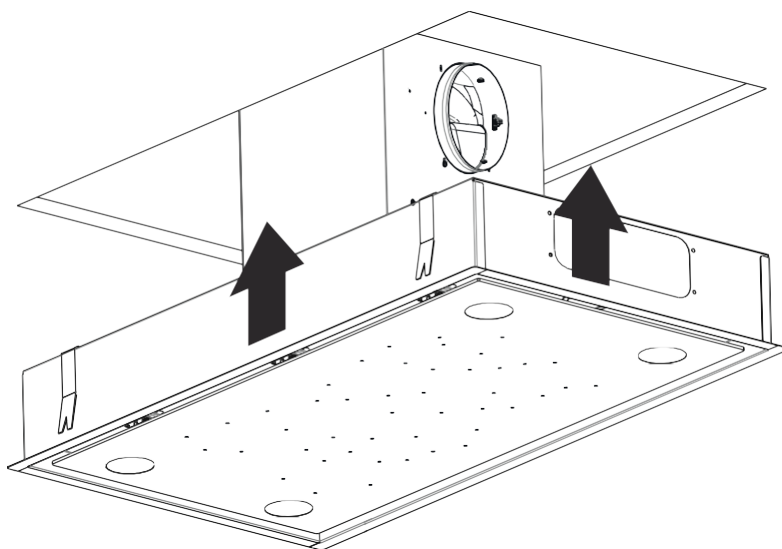

Fig. 13
7. ➞ Produkten måste nu tryckas upp i hålet (Fig. 13).